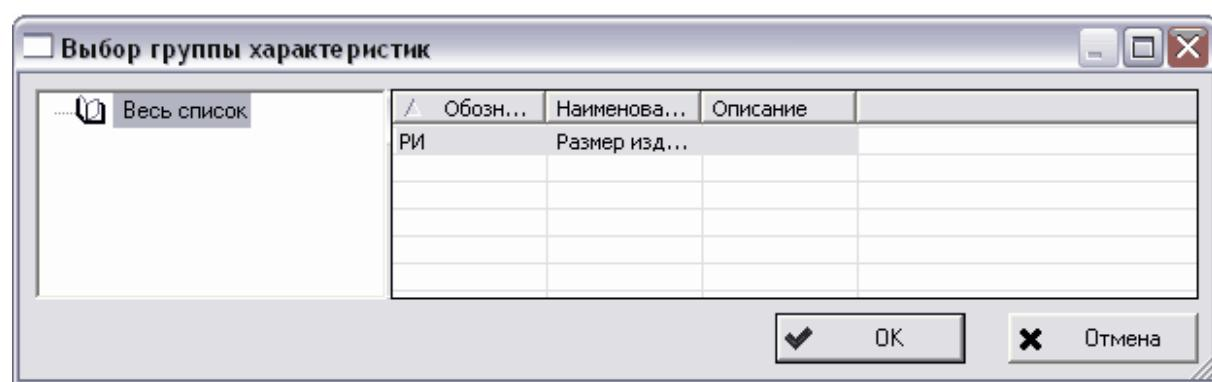

Рис. 166
2. Для выбора группы нажмите на кнопку **...** справа от поля **Определение**. После этого появится окно **Выбор группы характеристик** (Рис. 166).